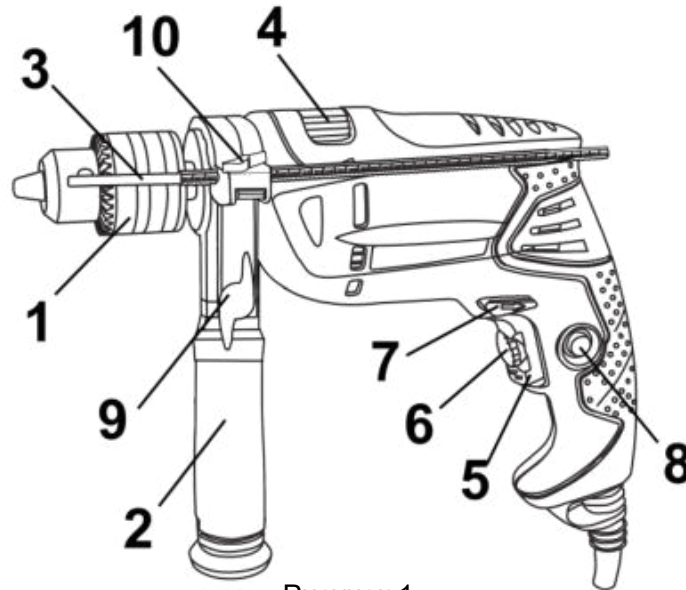

Рисунок 1
Виріб має два режими свердління: ударно-обертальний і обертальний. Перемикач режимів роботи виробу здійснюється переведенням перемикача (4) (див. рис.1) У крайні позиції до відповідного символу режиму роботи:
- ударно-обертальний режим - перемикач (4) повинен бути переведеним до упору у бік символу **T**;
- обертальний режим - перемикач (4) повинен бути переведеним до упору у бік символу **I**.
4.2 Виберіть необхідний режим роботи виробу за допомогою перемикача (4) (див. рисунок 1). Перемикач режимів роботи виробу здійснюється переведенням перемикача (4) (див. рис.1) з одного крайнього положення в інше в бік відповідного символу режиму роботи:
- обертальний режим - перемикач (4) повинен бути переведеним до упору у бік символу **2**.